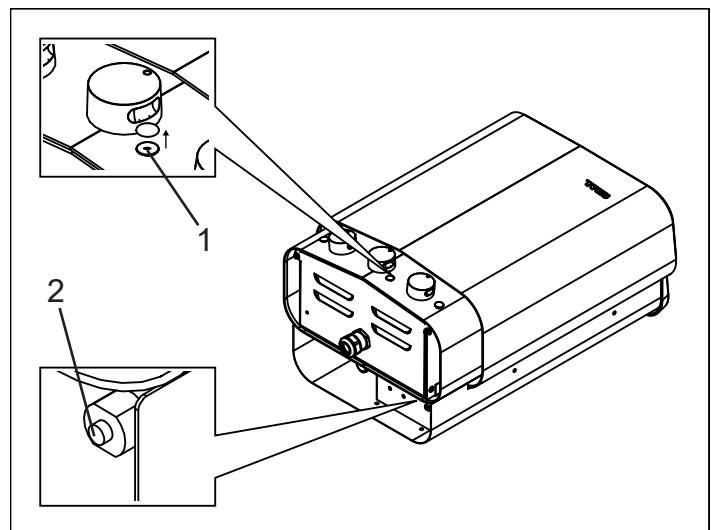

Fig 8: Återställning av temperaturskydden
• **Aggregat** - Temperaturskyddet i aggregatet är till för att skydda komponenter, rörelement samt tråvirke i bastun från överhettning. På aggregatets framsida, till höger om termostatvredet, under en svart täckplugg finns en röd återställningsknapp som skall tryckas in (se Fig 8). Om skyddet har löst ut så känns knappen stum och ett "klick" hörs vid återställning. Har inte skyddet löst ut samt efter återställning så fjädrar knappen.
• **Vattentank** - Temperaturskyddet i vattentanken är till för att skydda rörelementet vid torrkokning. På aggregatets undersida finns en röd återställningsknapp som skall tryckas in (se Fig 8). Om skyddet har löst ut så känns knappen stum och ett "klick" hörs vid återställning. Har inte skyddet löst ut samt efter återställning så är knappen lös.